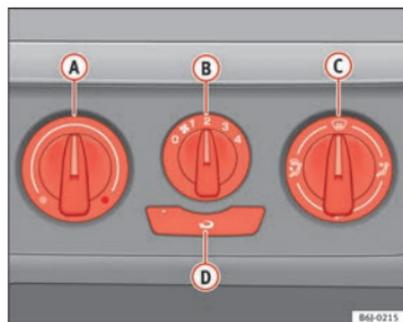

Fig. 98 Mandos de la calefacción en el tablero de instrumentos
- Con los reguladores **A** y **C** y con el mando **B** ⇒ fig. 98 se regula la temperatura, la distribución del aire y la velocidad de la turbina.